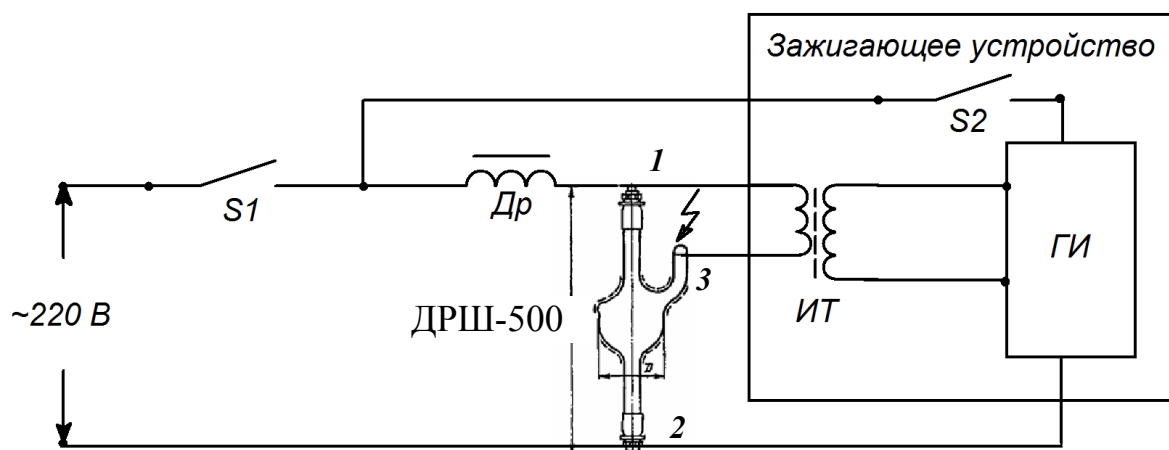

Рис. 1. Блок схема устройства питания «Квант-ДРШ-500»
Включение устройства в сеть ~ 220 В осуществляется при помощи обычной сетевой вилки. Электрическая блок-схема устройства представлена на рис.1. При включении установки переключателем *S1* «СЕТЬ», сетевое напряжение через токоограничивающий дроссель *Др* подается на основные «1» и «2» электроды лампы ДРШ-500. Кратковременное включение зажигающего устройства кнопкой *S2* «ПОДЖИГ ⚡» обеспечивает надежное зажигание лампы при подачи напряжения на основные электроды не менее 215 В. Конструктивно зажигающее устройство состоит из генератора импульсов ГИ, с выхода которого производится подача этих импульсов на первичную обмотку импульсного трансформатор *ИТ*. Высокое напряжение в амплитудой ~ 15 кВ снимается со вторичной обмотки и подается между поджигающим «3» электродом и основным «1» электродом лампы, осуществляя ионизацию разрядного промежутка ртутной лампы.
между электродами «1» и «3» (см. рис.1). Рекомендуется использовать коаксиальный кабель для соединения электрода поджига лампы с выходом «3» блока питания.
3. Подключить лампу к блоку питания проводами сечением не менее $\varnothing 2,5$ мм² согласно схеме рис.1.